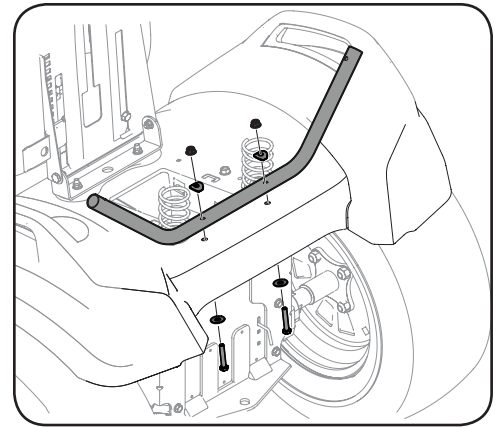

Figure 3-5
5. Use dos tuercas de seguridad con brida (n.º 10), dos arandelas cóncavas (n.º 9), dos arandelas planas (n.º 13) y dos tornillos hexagonales (n.º 14) para montar el soporte trasero (n.º 1) en el bastidor del tractor como se indica en la Figura 3-5. Installez l'attache dans le trou de montage du support avantdroit (Réf. 6A). Voir Figure 3-5.